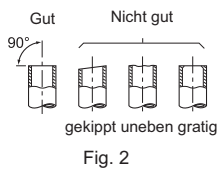

Fig. 2
- Wenn der mit dem Innengerät mitgelieferte Ablaufschlauch zu kurz ist, verbinden Sie ihn mit einem beim Installationsfachmann erhältlichen Ablaufschlauch (I). (Fig. 2)
- Ziehen Sie den Ablaufschlauch links hinten am Innengerät heraus. (Fig. 2)